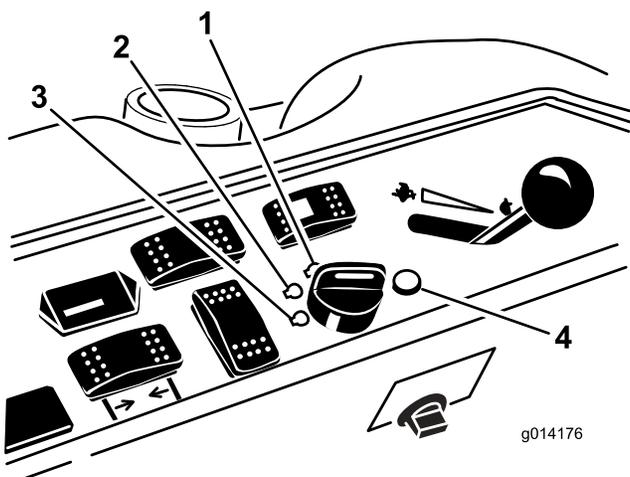

Figure 22
6. Tournez la clé de contact dans le sens horaire à la position CONTACT (Figure 22).